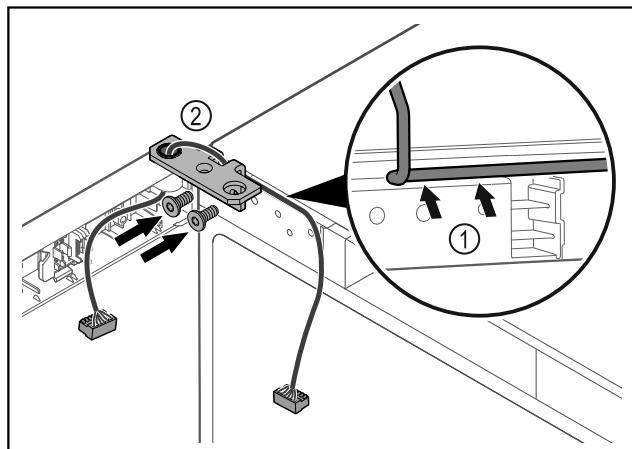

Fig. 47
- Кабель провести через віймку шарнірного кутика і обережно прокласти Fig. 47 (1).
- Накрутити шарнірний кутик Fig. 47 (2).